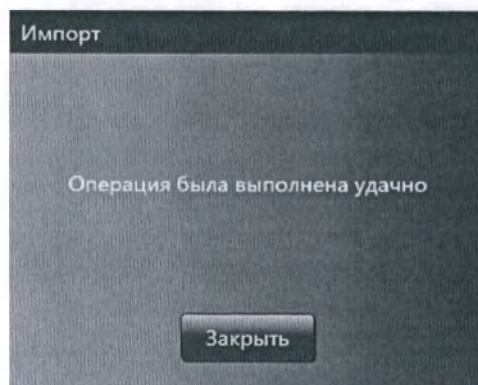

Рисунок 3.23
5. Нажмите кнопку **Импорт** , после чего начнется копирование файлов на внутренний жесткий диск. После успешного завершения копирования система выдаст сообщение (см. Рисунок 3.23).